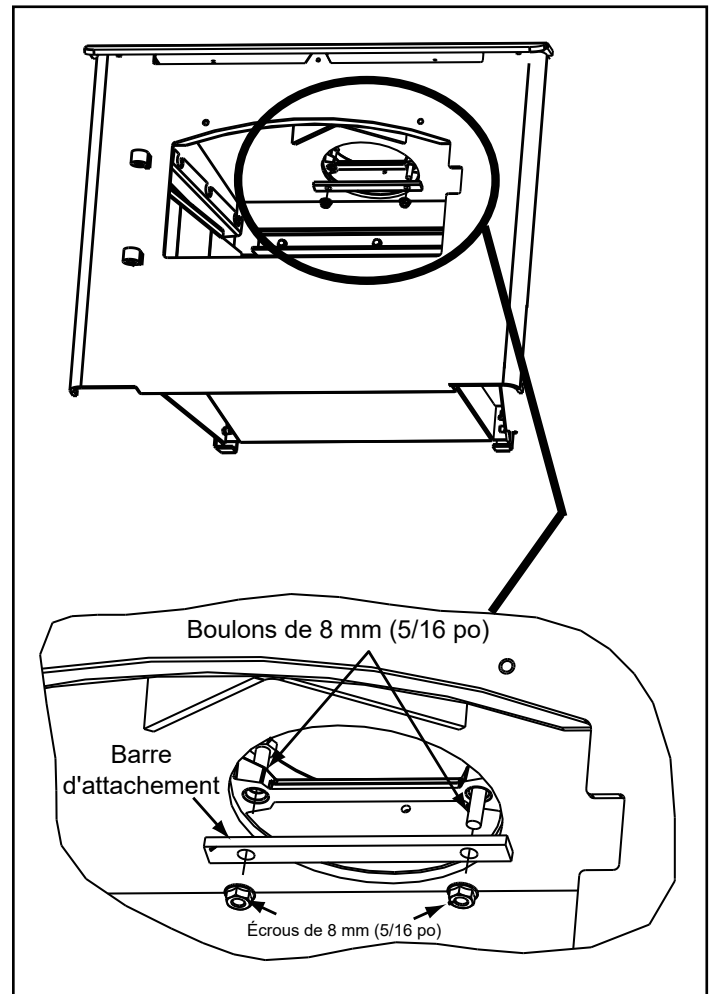

Figure 19.3
1. Une fois l'appareil en place et fixé, atteignez et saisissez la barre de fixation à travers l'ouverture de la cheminée et tirez-la vers le bas à l'intérieur de l'ouverture de la cheminée (Figure 19.3).